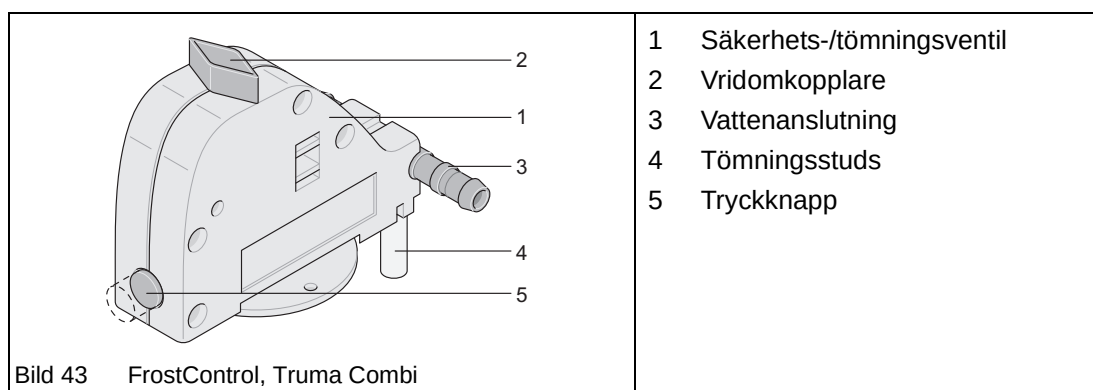

Bild 43 FrostControl, Truma Combi
"FrostControl" (Bild 43/1) är en säkerhets-/tömningsventil som inte är beroende av elmatning. Vid risk för frost töms automatiskt varmvattenberedaren via tömningsstuds (Bild 43/4). Vid övertryck i systemet sker automatiskt en stegvis tryckutjämning via säkerhetsventilen.
- ➔ Kontrollera om vridomkopplaren (Bild 43/2) står i läge "Drift" (parallellt med vattenanslutningen (Bild 43/3)) och är spärrad i detta läge.
Först vid temperaturer över ca 7 °C kan avtappningsventilen stängas manuellt med tryckknappen (Bild 43/5) och varmvattenberedaren fyllas.
- ➔ Ställ omkopplaren på sommar- eller vinterdrift (kapitel 13.1.2 eller 13.1.3) och ställ vridomkopplaren (Bild 43/2) på ventilen (Bild 43/1) i läge "Drift". Vridomkopplaren måste spärras i detta läge.
- ➔ Tryck in tryckknappen (Bild 43/5) på ventilen tills den spärras i intryckt läge (läge "Stängd").
- ➔ Håll alltid tömningsstudsens (Bild 43/4) på säkerhets-/avtappningsventilen fri från smuts, snö, is, löv etc.
Vid temperaturer under ca 3 °C öppnas tömningsventilen automatiskt, tryckknappen (Bild 43/5) fjädrar ut och vattenförrådet i husbilen släpps ut genom tömningsstudsens (Bild 43/4).
- ➔ Vrid vridomkopplaren (Bild 43/2) 180° tills den kommer till sitt spärrläge. Tryckknappen (Bild 43/5) fjädrar ut och vattnet töms via tömningsstudsens (Bild 43/4).
- ➔ Vrid vridomkopplaren på utloppsventilen 90° tills den kommer till sitt spärrläge (Bild 43/2).